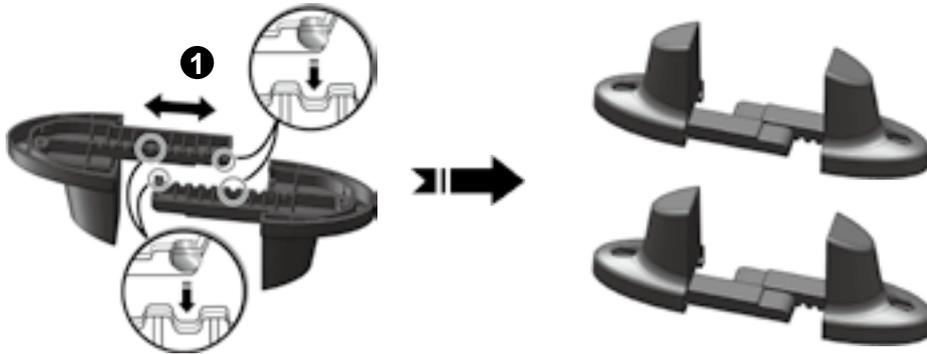

Рис. 3d. Поворот панели управления ИБП
2. Шаг ②: Вытяните на себя панель управления ИБП и поверните ее на 90° против часовой стрелки. См. рис. 3d.